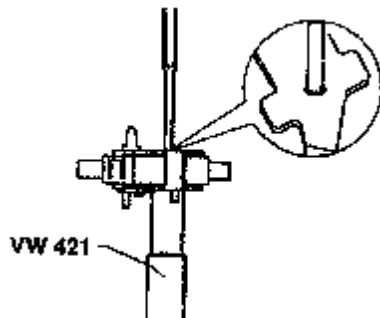

图 8-23 分解变速杆
- (1) 拆下变速杆。
- (2) 用棒敲击变速杆轴承销，如图 8-23 所示。微抬拉杆推出带 Tiptronic 悬架的滑杆。松开压力弹簧，拆下拉杆和压力弹簧。